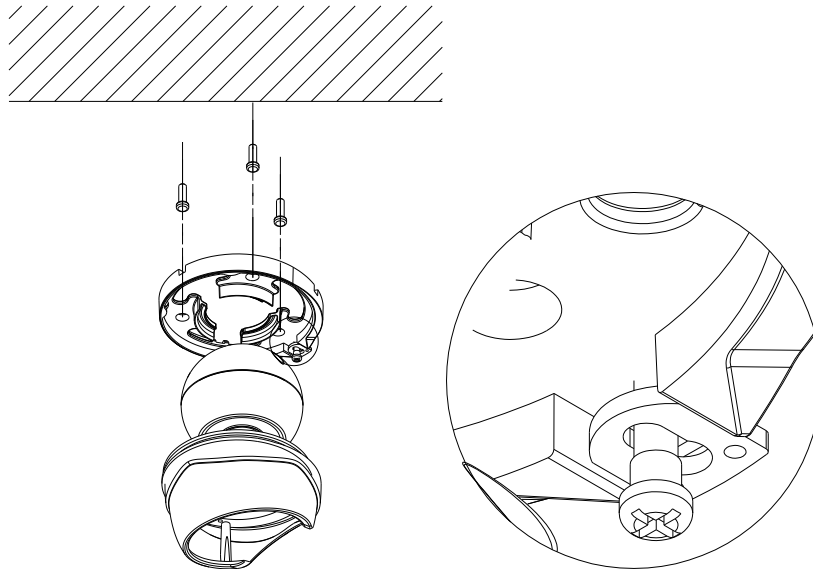

Рис. 2.1. Монтаж видеокамеры
4. Установите монтажное основание на поверхность и надежно зафиксируйте его саморезами, как показано на Рис. 2.1.